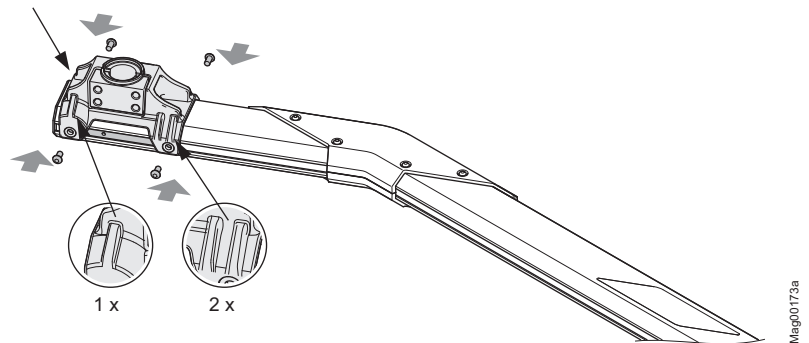

Bild 28: Montera standard Vario-fläns
18. Montera flänsset på bomrörets andra sida. Beakta positionen för de två glidblocken och extraskivorna. Den kortare utbuktningen på flänsset måste peka mot bomrörets slut. → Se även sida 72, Bild 28.